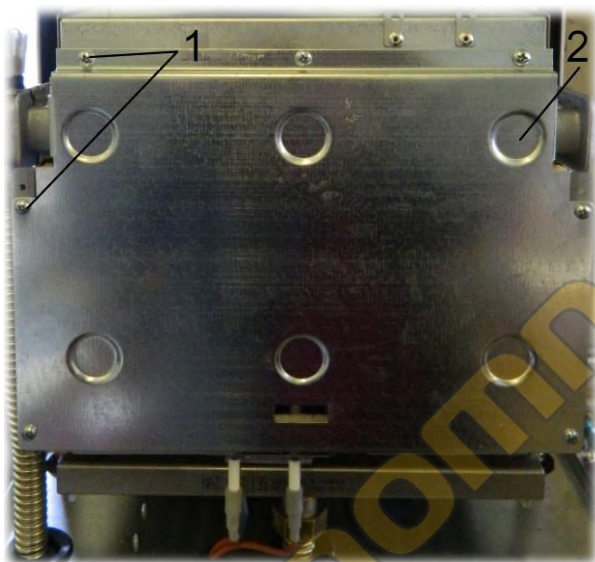

Рис. 19. Демонтаж передней стенки
- 1) снять с котла переднюю стенку 2 вместе с теплоизоляцией, предварительно отвернув семь саморезов 1 (см.Рис. 19);
- 1) снять с котла переднюю стенку вместе с теплоизоляцией (см. Рис. 19);